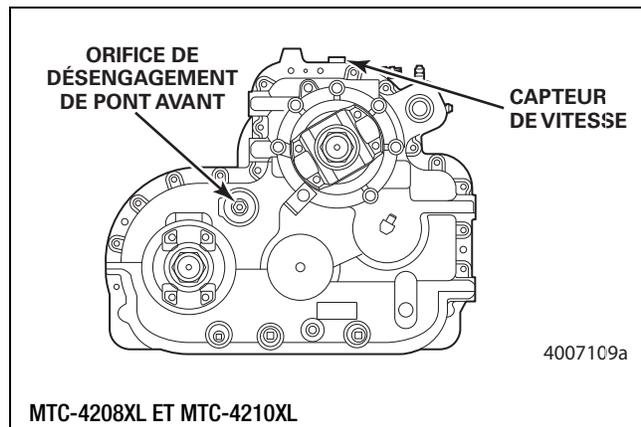

Figure 6.46
3. Le cas échéant, installer le capteur de vitesse sur le dessus de la boîte de transfert. Figure 6.46. Poser le boulon et la rondelle du capteur.
1. Appliquer une pression d'air d'au moins 60 lb/po² (4 bar) au niveau de l'orifice de désengagement du pont avant. Figure 6.46.